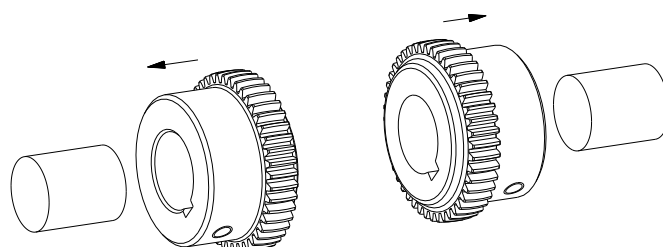

図 12: ハブの取付け方法
- ハブを駆動側と従動側それぞれの軸に取付けて下さい (図 12 をご参照)。